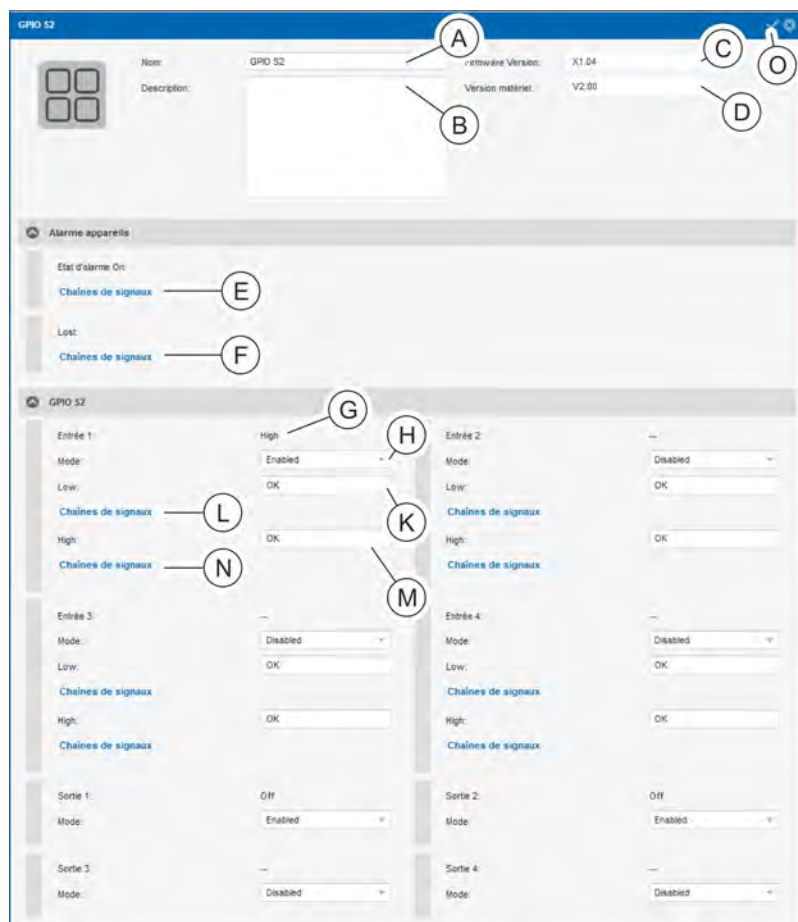

Fig. 115 : Menu « État » – Onglet « Capteurs » (module GPIO dans l’affichage détaillé)
3. Appuyer sur le bouton « Enregistrer » (Fig. 115 / (O)) pour enregistrer le réglage.